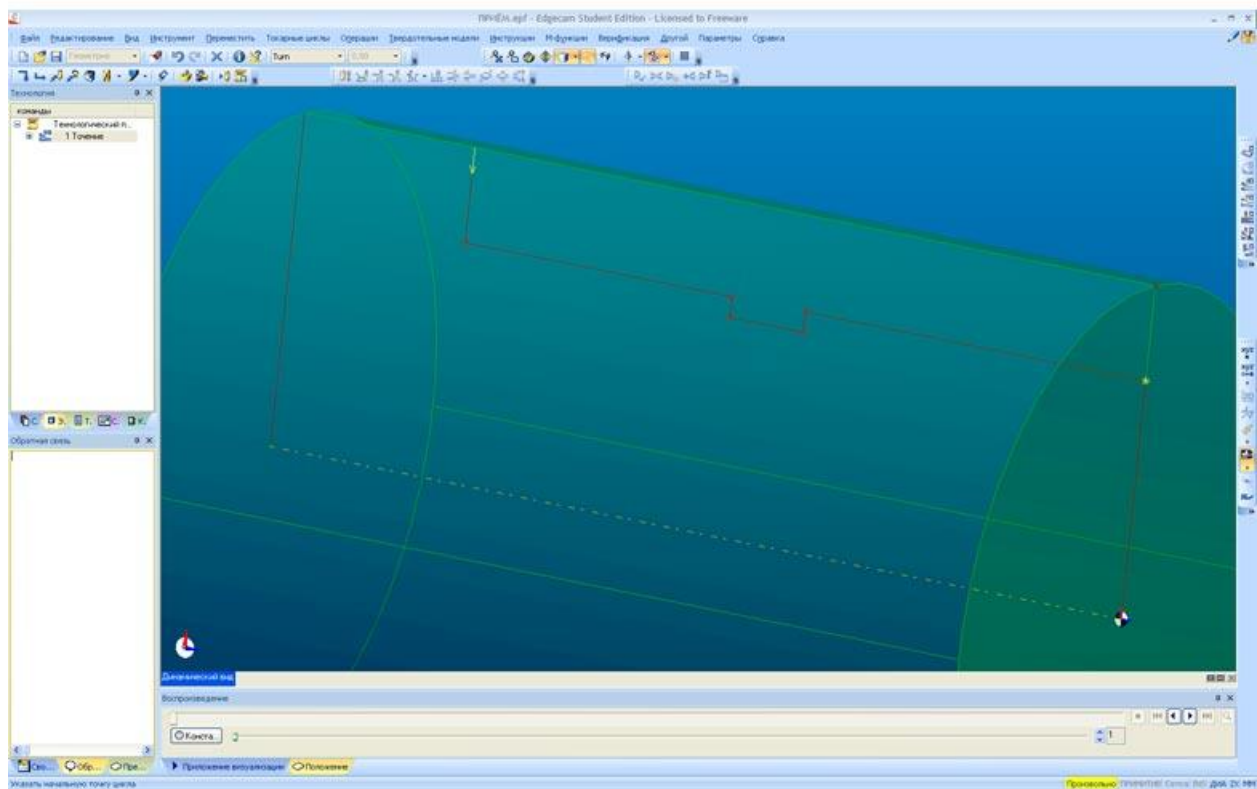
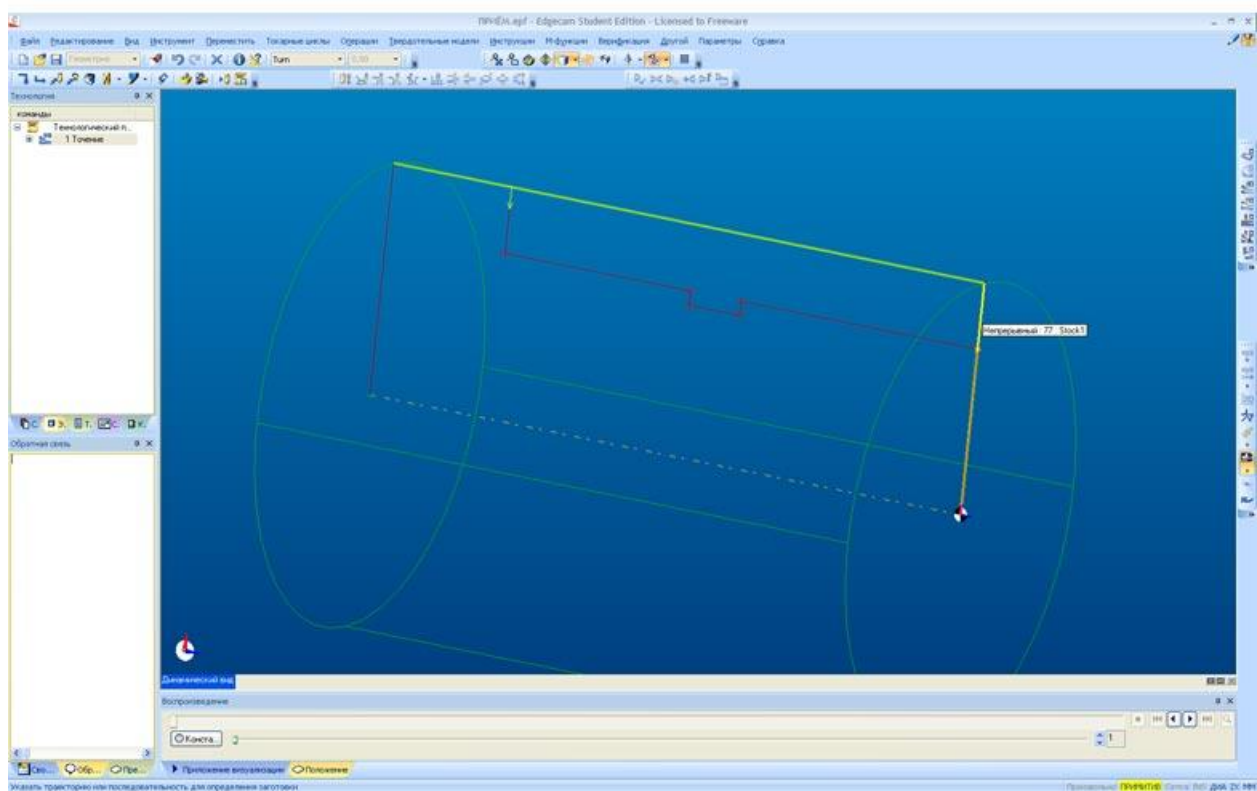

Рис. 5. Edgescam. Операция Точения в токарной обработке
Рис. 6. Edgescam. Операция Точения в токарной обработке
3. выбрать начальную точку, с которой начнётся съём металла (если необходимо) рис.5, данную точку можно определить с помощью ввода соответствующих координат или указать заготовку, которая будет определять эту точку рис.6.